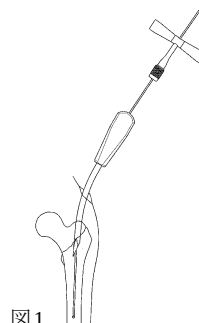

図1
- 骨折部を整復後、中空オウルにて大転子頂部を開窓し、T型ガイドワイヤーハンドルにて把持したガイドワイヤーを挿入します。（図1）